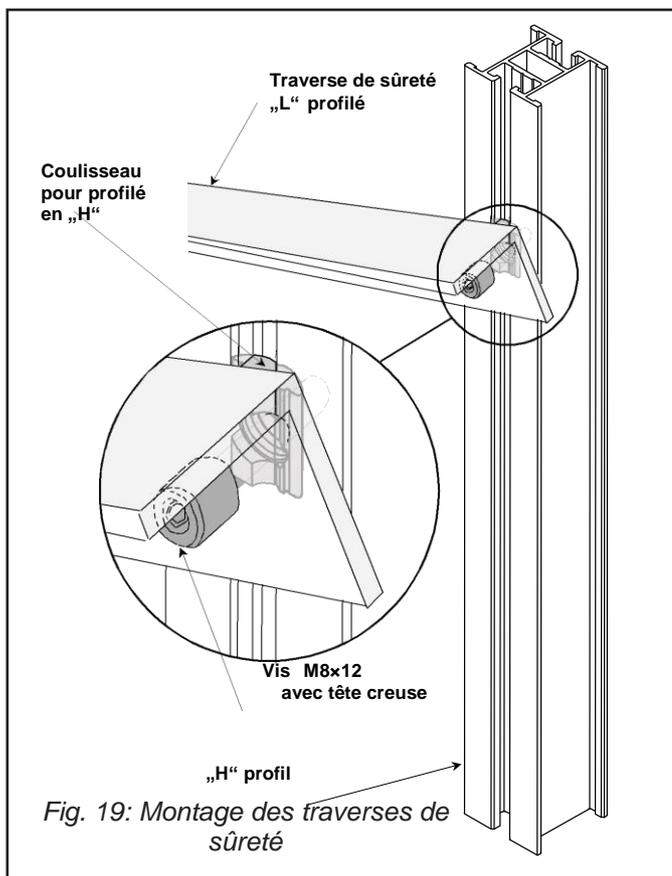

Fig. 19: Montage des traverses de sûreté
- Entre deux équerres de support, installer les traverses de sûreté (Fig. 19). Selon la figure 19, glisser dans le profilé en „H“ de l'équerre de support le coulisseau M8. Fixer les traverses de sûreté en utilisant les vis spéciales à stop M8x12 (Fig.19).